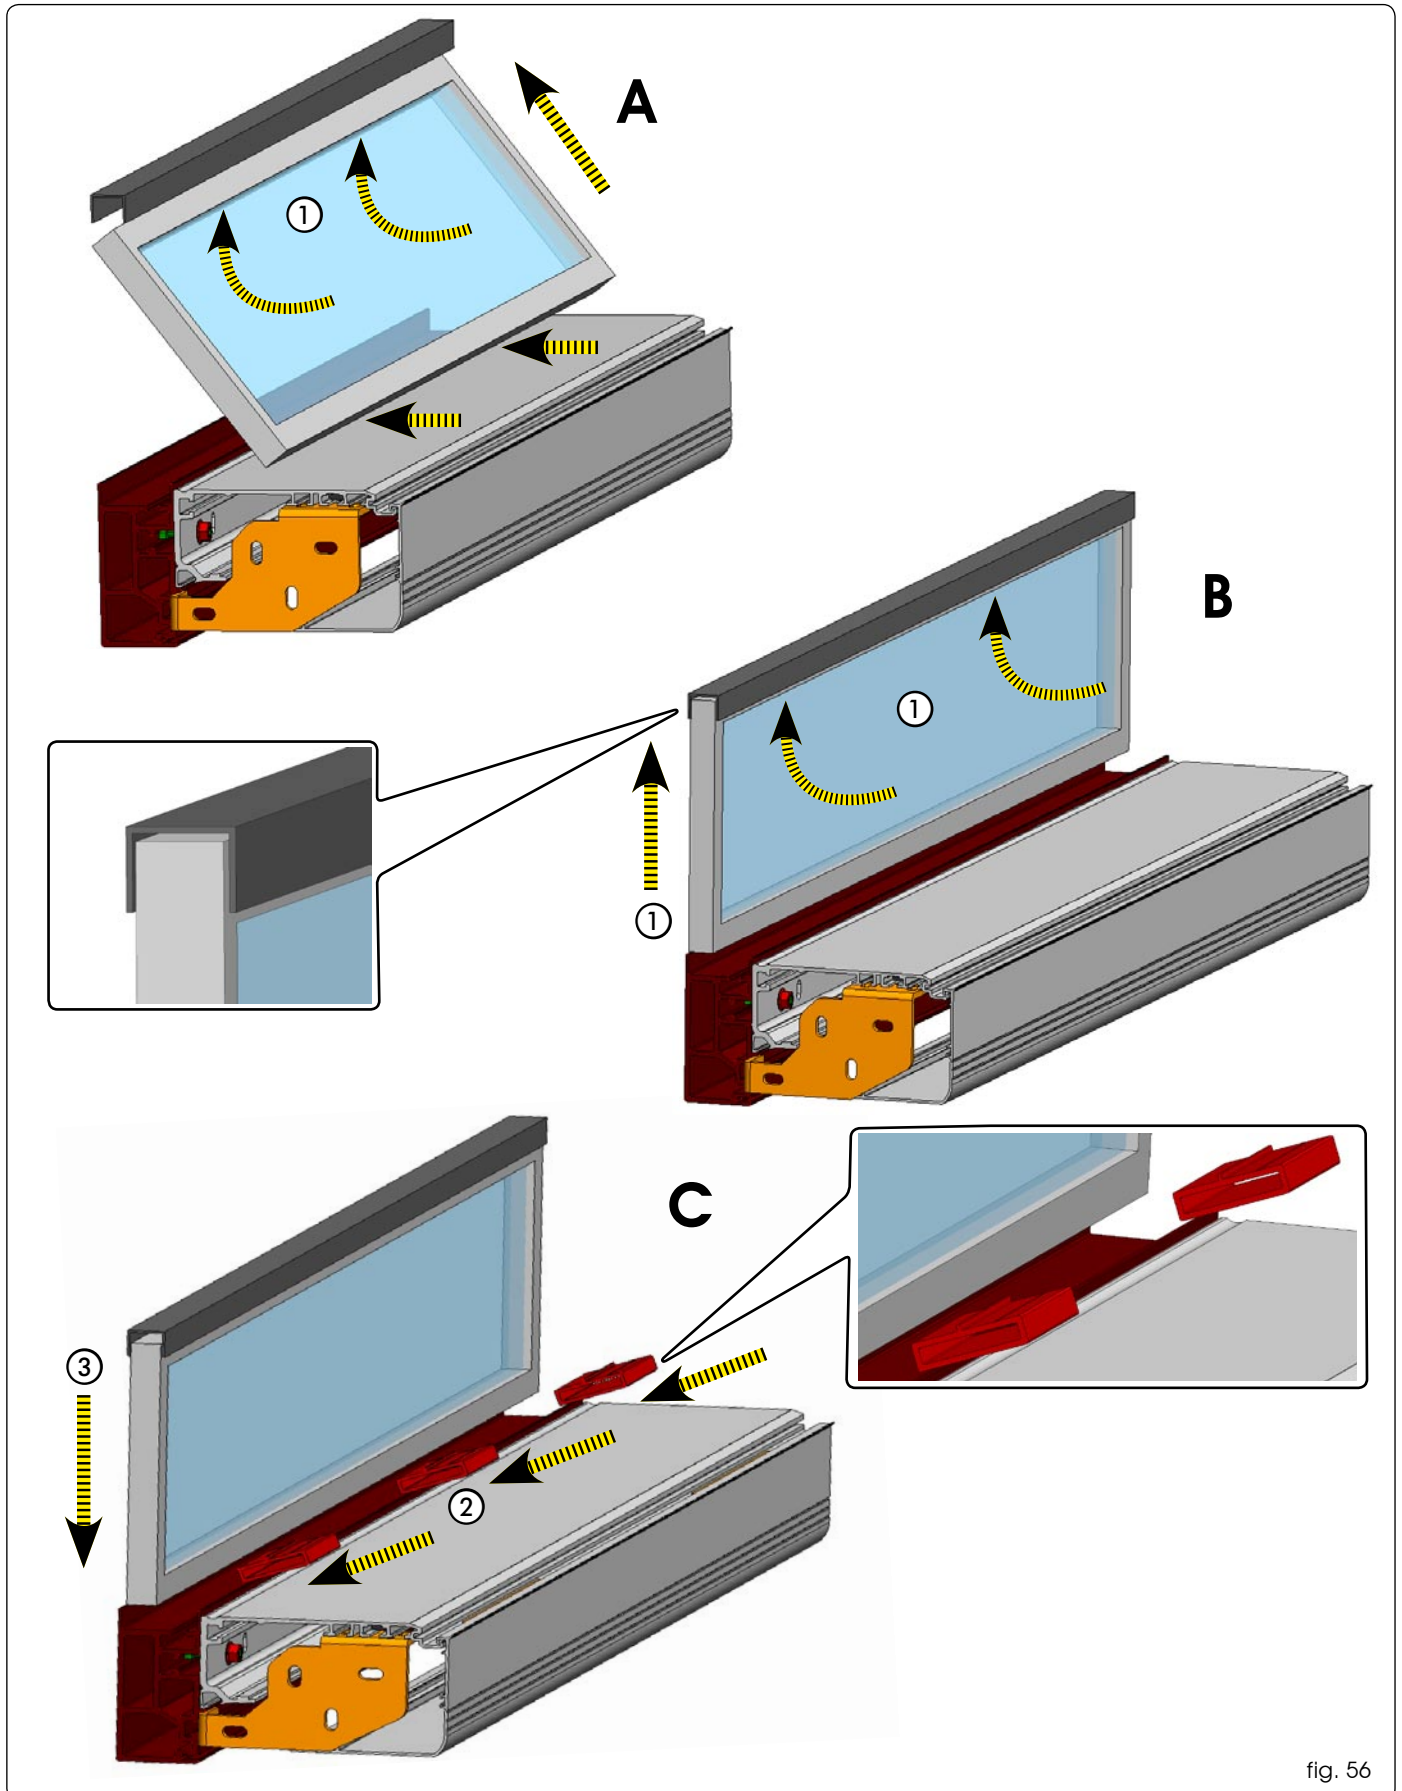

fig. 56
luce. Montare l'anta vetrata, da inserire nel profilo superiore fig.56 ① A,B
vetrata fig.56 ② ③ C distanziati uniformemente .